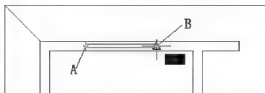

图 2.83 用【多线】命令绘制左上角的窗
- (4) 将视图调整至图2.83所示的状态。
(1) 在指定起点或[对正(J)/比例(S)/样式(ST)]: 提示下，输入“S”后按 Enter 键。
(2) 在输入多线比例< 240.00 >: 提示下，输入“1”后按 Enter 键。
(3) 在指定起点或[对正(J)/比例(S)/样式(ST)]: 提示下，捕捉 A 点。
(4) 在指定下一点或[闭合(C)/放弃(U)]: 提示下，捕捉 B 点。A、B 点分别为窗洞口左右厚度为 240mm 的墙的中点，如图 2.83 所示。
(5) 按 Enter 键结束命令，这样就绘制出了 1 窗。